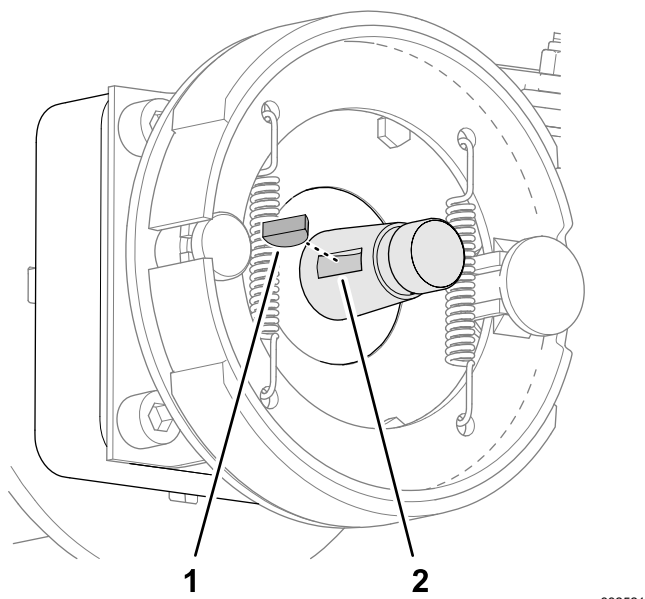

Figura 69
2. Insira a chaveta semirredonda na ranhura do veio do motor do motor das rodas (Figura 69).